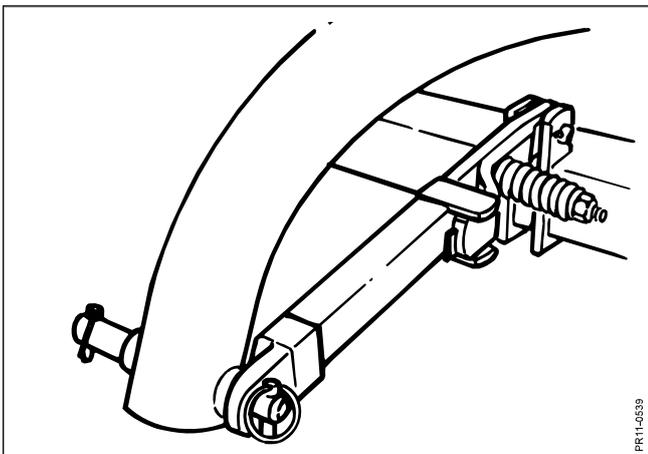

Fig. 1-5
- Fig. 1-5:** Il meccanismo di rilascio della pietra viene montato sulla testa del telaio.